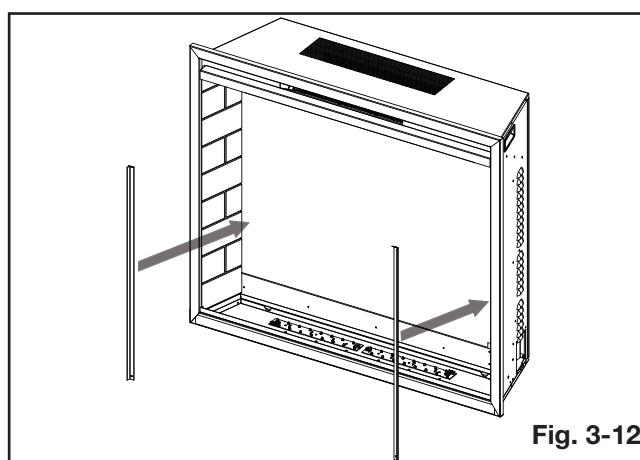

Fig. 3-12
10. Réinstallez les 2 supports arrière en réinstallant les 4 vis précédemment retirées en étape 8 (**Fig. 3-12 et 3-13**).